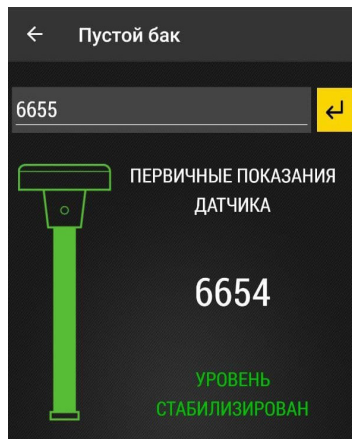

Рис.18. Стабильные показания уровня.
- Дождитесь стабилизации уровня – появится сообщение «Уровень стабилизирован», окрашенный в зеленый цвет (**Рис.18**).